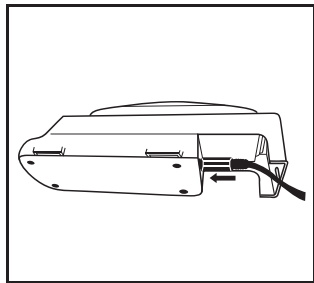

Fig. 1a
- Trousse de chargeur pour une pile TR-641N 3M^{MC} : Insérer le cordon d'alimentation c.c. de la trousse de chargeur pour une pile TR-941N 3M^{MC} dans le support de charge (Fig. 1a). Brancher le cordon d'alimentation dans une source d'alimentation c.a. (100 à 240 V), par exemple une prise de courant murale.